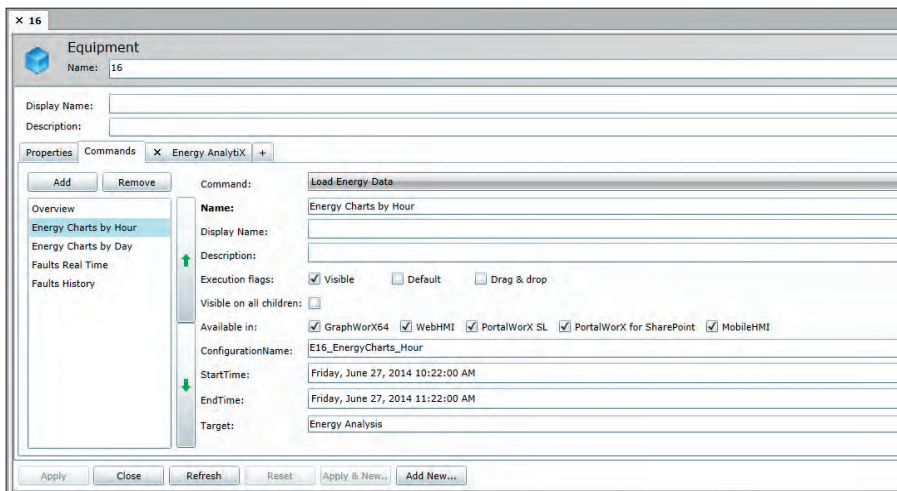

Рис. 11. Команда *Load Energy Data* в AssetWorX
- *Load Energy Data (Загрузить энергетические данные)* — загружает данные конфигурации в целевой *Компонент просмотра*, рис. 11.